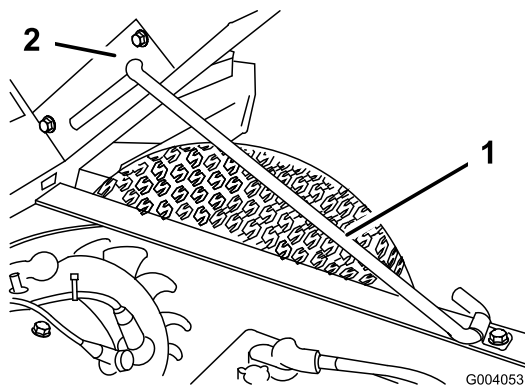

図 28
2. プロップ・ロッドを固定スロットにはめ込んで荷台を固定する（図 28）。